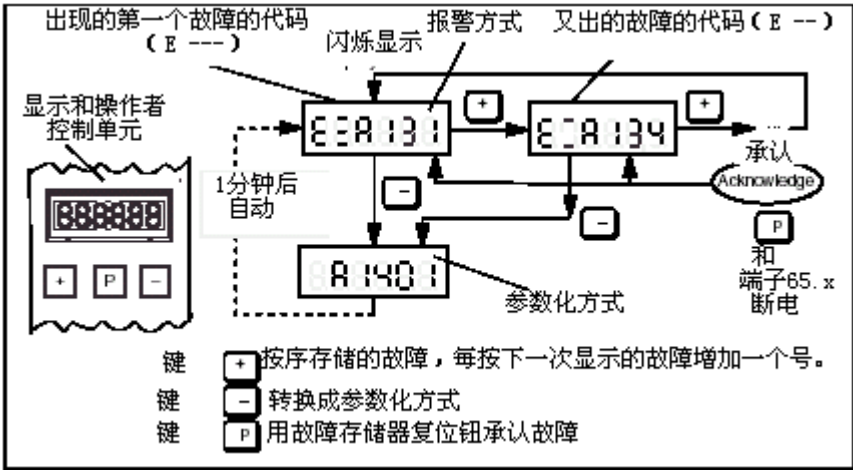

图 7-2 出现几个故障的处理
2. 若有几个故障出现，其显示情况具体如下。（参见图 7-2）。